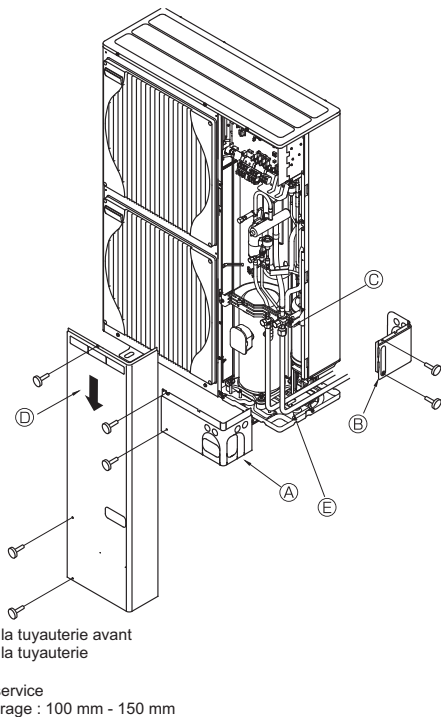

Fig. 5-8
5.6. Mise en place des tuyaux de réfrigérant (Fig. 5-8)